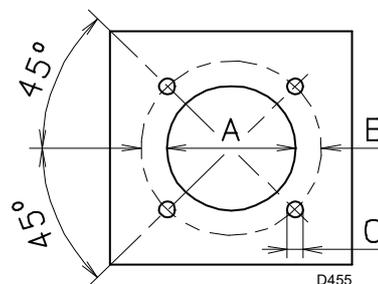

Fig. 13
Taladrar la placa de cierre de la cámara de combustión tal como se indica en Fig. 13. Puede marcarse la posición de los orificios roscados utilizando la junta aislante que se suministra con el quemador.
- Introducir todo el quemador en el orificio de la caldera, preparado anteriormente (Fig. 13), y fijar con los tornillos suministrados.